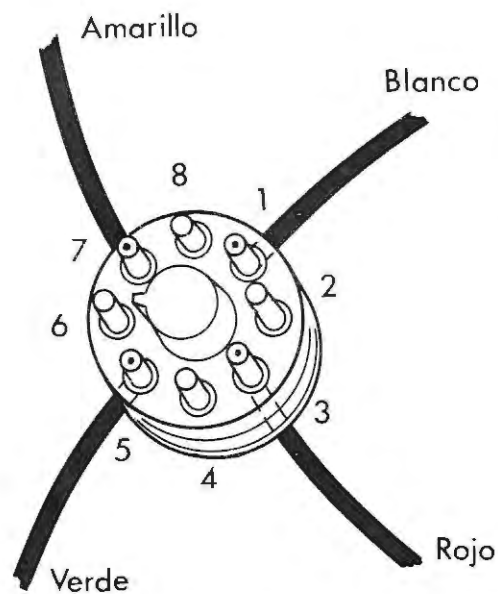

Figura 21
Una vez terminada esta operación compruebe (visto el conector por la parte de las patillas, figura 21) si el cablecillo BLANCO de la patilla 1 del conector concuerda con el hilo de conexión ROJO-AZUL de la base (ZY), puesta en la caja de MAT terminal 1. El ROJO de la patilla 3 del conector, con el hilo de conexión ROJO-VERDE del terminal 3 del zócalo indicado. El VERDE de la patilla 5 del conector, con el terminal 5 también del zócalo, donde tiene soldado el hilo de retención hasta la toma de masa MC de la jaula de MAT. Por último, el AMARILLO de la patilla 7 del conector, con el hilo de conexión BLANCO-AZUL del terminal 7 del zócalo referido.